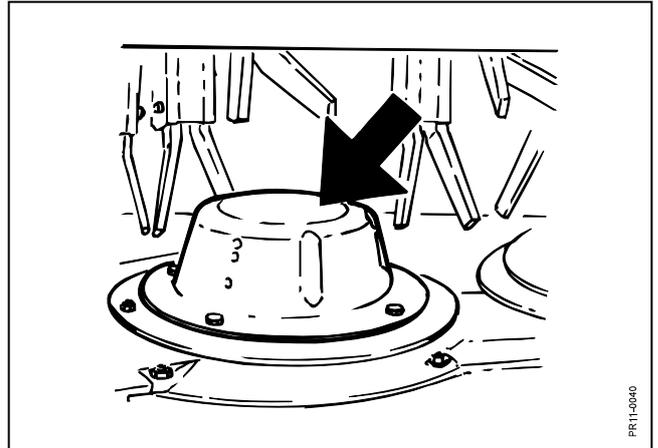

Fig. 3-18
**Fig. 3-18** Die Scheiben sind mit niedrigen Flowzylindern versehen, die für schnellen Transport des Materials sorgen. Dies reduziert Streifenbildungen und Nachschneiden.